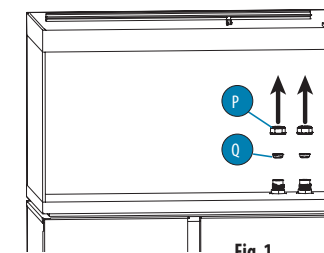

Fig. 1
1. Desfaceți manual ștecărul (P) și scoateți ștecărul (Q) din orificiul (O) (Fig. 1).
**IMPORTANT: păstrați ștecărele (P) și (Q) pentru orice utilizare ulterioară.**
1. Desfaceți manual ștecărul (P) și scoateți ștecărul (Q) din orificiul (I) (Fig. 1).